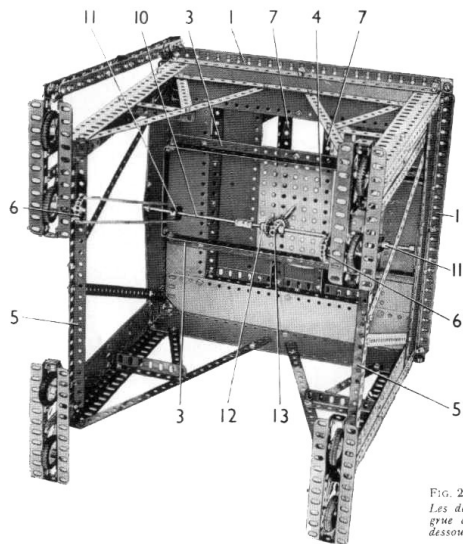
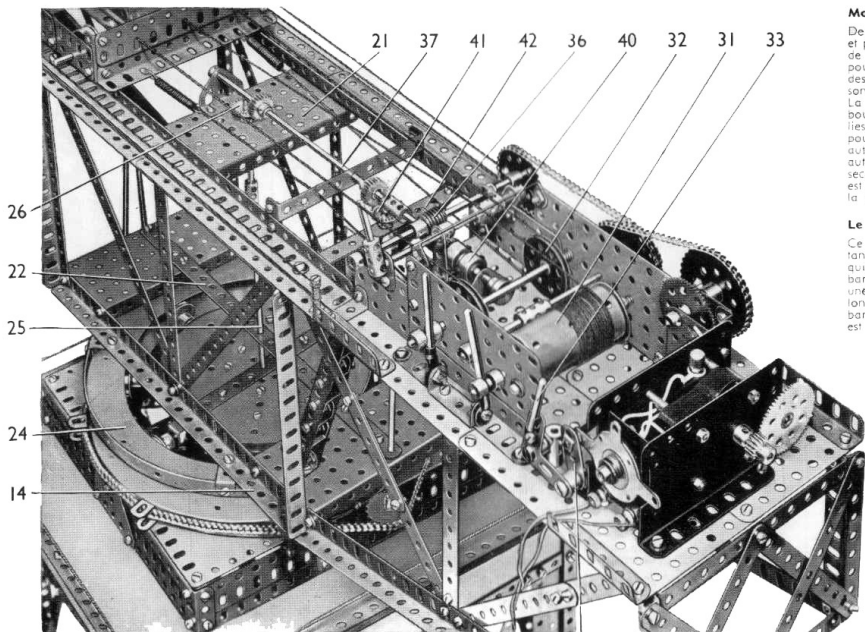

Fig. 2
Fig. 8 Le moteur et la boîte de vitesses.
#### Détails de construction : la tour (Fig. 2, 3 et 8)
Une plaque à rebords de 14x6 cm, (21) (fig. 8) est boulonnée entre les poutrelles (15) et une bande de 25 trous (22) est fixée sur les plaques à rebords montées sur les cornières (14). Les rails sur lesquels circule le chariot sont formés chacun par une cornière de 49 trous et une de 37 trous placées bout à bout et réunies par une bande de 4 trous. Les rails sont soutenus par des équerres fixées sur les poutrelles (15). Une cornière de 6 trous (23) est boulonnée à l'extrémité avant de chaque rail et est renforcée par une bande de 6 trous. Les extrémités supérieures de ces cornières sont réunies par une bande de 11 trous. Une tringale de 13 cm, passe dans les cornières (23) et porte deux poulies faites chacune d'une poulie folle de 25 mm, coincée entre deux roues barillet. Les longerons sont renforcés par des bandes comme le montrent les figures 1, 5, 7 et 8. Une couronne au rebord pour roulement à galets (24) est fixée sur les cornières (14) par quatre équerres inversées de 26x12 mm.
#### Le roulement à galets (Fig. 2, 3, 4, 5 et 8)
19 mm, fixés chacun sur le rebord extérieur d'une bande coudeée par deux écrous. La roue à boudin est tenue écartée du rebord par une rondelle et par un troisième écrou placé sur le boulon. Les roues à boudin sont placées entre les bords intérieurs des couronnes (8) et (24) (fig. 2 et 5).
Un axe (25) passe au travers de la plaque à rebords (21) et de la bande (22) (fig. 8), au travers de la bande de 11 trous boulonnée sur la plaque circulaire, au travers de deux bandes de 5 trous boulonnées face à face sur les cornières (7), et au travers de la plaque sans rebords (4) (fig. 2). L'extrémité inférieure de cet axe fournie dans l'accouplement (13), et un pignon d'angle de 26 dents entraîne le pignon d'angle (12) monté sur le grand arbre situé au sommet de la tour. Une roue de champ de 25 dents (26) est fixée à l'extrémité supérieure de l'axe qui est constituée par une tringale de 7,5 cm, et une de 29 cm, réunies par un accouplement.
#### Le moteur et la boîte de vitesses (Fig. 8 et 9)
Les côtés de la boîte de vitesses sont des plaques sans rebords de 11,5 x 6 cm, boulonnées sur des cornières de 9 trous fixées sur la base de la cabine. Chaque côté est prolongé vers l'avant par une plaque sans rebords de 75 x 38 mm, qui est fixée sur la base à son extrémité avant par une équerre de 26 x 12 mm. La grue peut être dotée d'un moteur électrique sur la base du principe de montage suggéré ci-dessous (cf. fig. 8 et 9).
L'axe (37) peut coulisser dans ses supports, et son déplacement est commandé par un levier (38). Ce levier est une tringale de 4 cm, tenue dans un accouplement fixé sur une tringale de 11,5 cm, qui passe dans des petits goussets d'assemblage boulonnés sur les plaques sans rebords de 75 x 38 mm. Un ressort de compression est placé sur la tringale entre l'un des goussets et un accouplement, de façon à empêcher la tringale de tourner trop facilement. Un bras de manivelle (39) est fixé sur la tringale de 11,5 cm, et une cheville fileté montée sur le bras de manivelle vient se placer dans la gorge d'un accouplement (unème à douille (40) qui est bloqué par une bague d'arrêt montée sur l'axe (37). En faisant coulisser l'axe (37) vers la gauche (fig. 8), on amène un pignon de 25 dents en contact avec la roue de champ de 25 dents (26) de façon à entraîner les roues de la grue. Quand on déplace l'axe (37) vers la droite, on amène un pignon de 25 dents en contact avec une roue de champ de 25 dents (41) fixée sur un axe formé par une tringale de 13 cm.